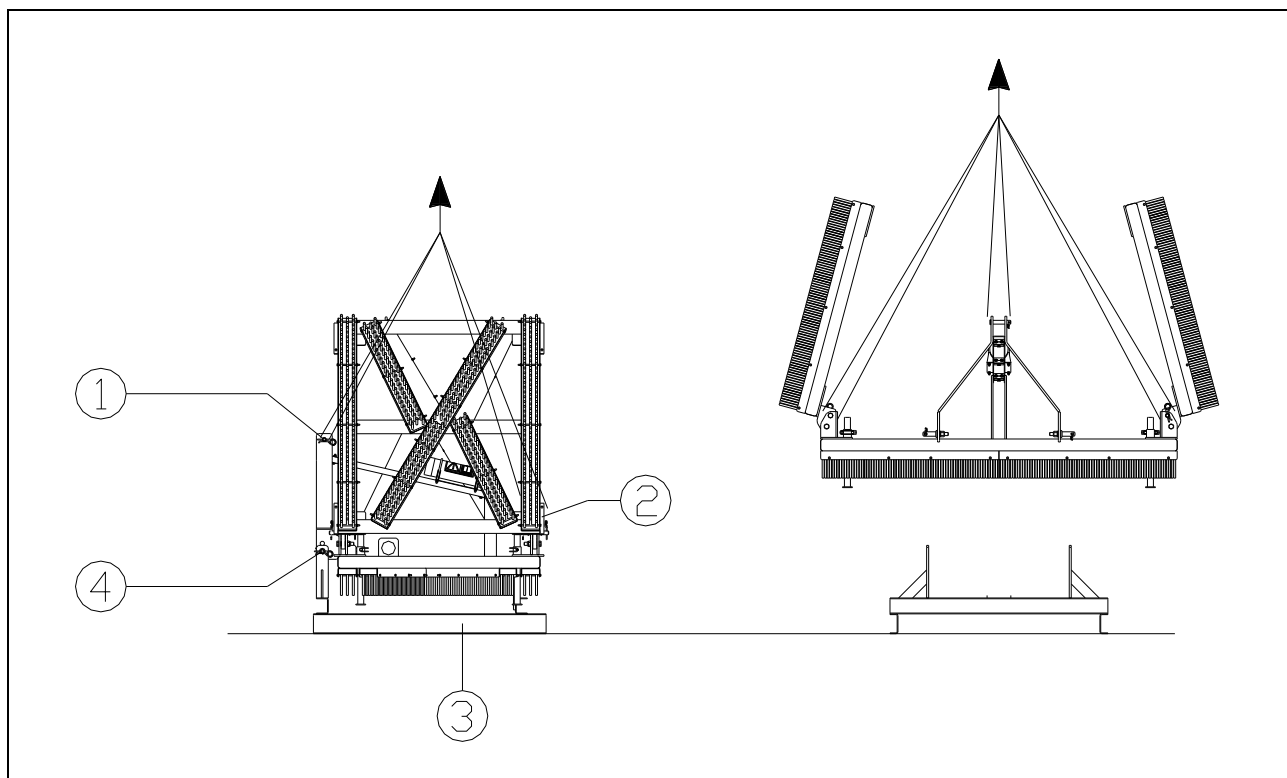

Fig. 6
**Zachować odległość minimum 4 metrów!** (Rys. 6).
Maszyna jest ustawiona pionowo na palecie. Aby usunąć paletę i przygotować maszynę, należy wykonać następujące kroki (patrz Rysunek 6):